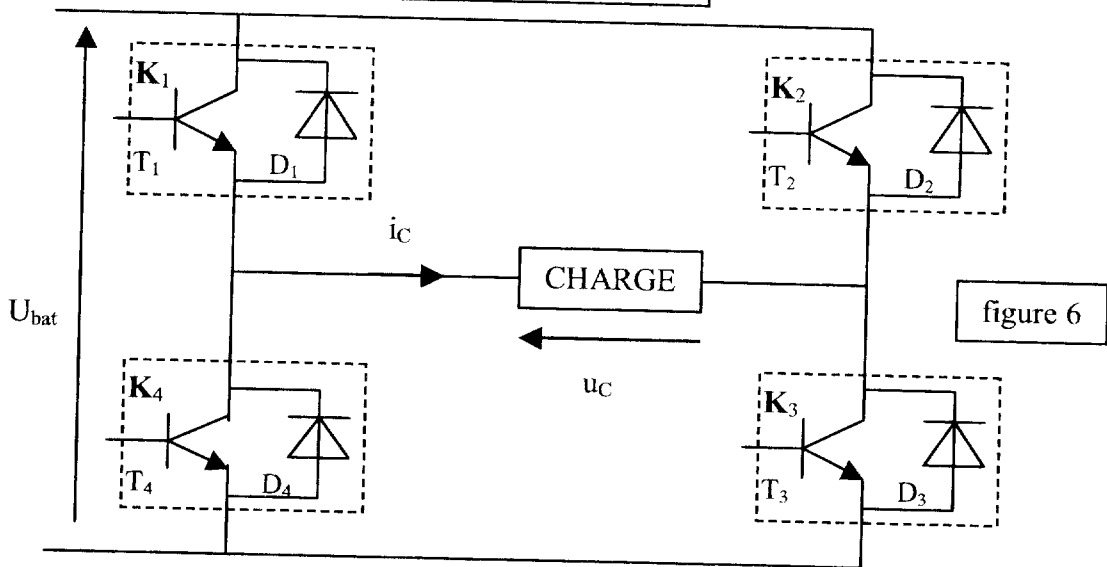

figure 6
La structure d'une branche de l'onduleur est représentée figure 6 page 8.
1.3.1. Indiquer sur le schéma du montage figure 6 page 8, les branchements de l'oscilloscope permettant de visualiser u_c .
1.3.2. Représenter sur le schéma du montage figure 6 page 8, le branchement du voltmètre permettant de mesurer U_C la valeur efficace de u_c en précisant le réglage AC ou DC ?